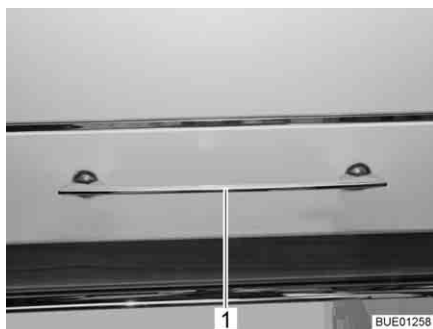

Fig. 71 Sportello del mobile con maniglia di sbloccaggio
- Premere la maniglia di sbloccaggio (Fig. 71,1) verso il basso e tenerla premuto.